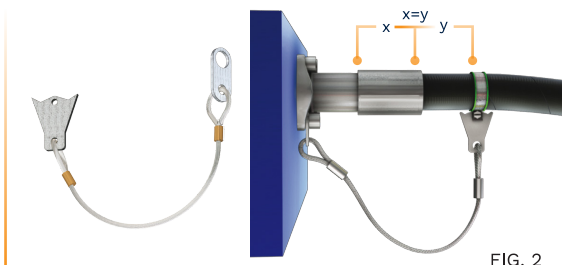

FIG. 2
5. Achten Sie bei der Montage des STOPFUSAE-Systems darauf, dass das Befestigungselement nach dem Festziehen der Flanschschraube blockiert ist und wie in Abbildung 2 dargestellt positioniert ist;